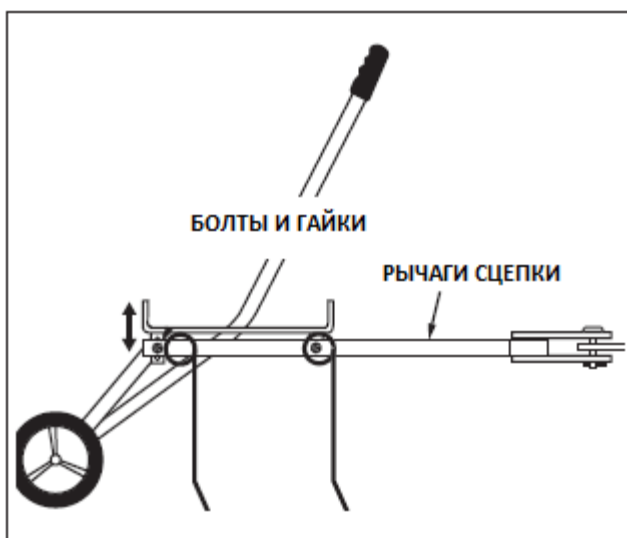

Рис. 10
1. Расположите машину-тягач (трактор) на ровной поверхности и подсоедините к его сцепному устройству вычесыватель (рис. 10).
2. Для регулировки щитка опустите вычесыватель в рабочее положение с помощью рычага подъема. Ослабьте затяжку двух гаек и болтов, крепящих заднюю часть рычагов сцепки к кронштейнам. Поставьте щиток ровно и чтобы все зубья касались поверхности почвы. Затяните гайки (рис. 10).